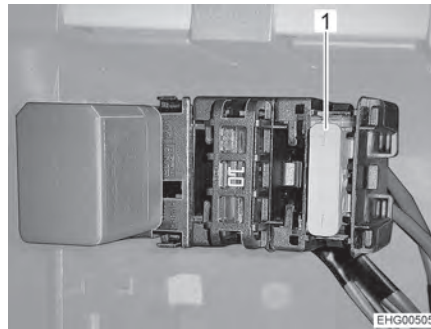

Fig. 113 Fusible en la columna B, lado derecho del vehículo
- Cambiar el fusible (Fig. 113,1).